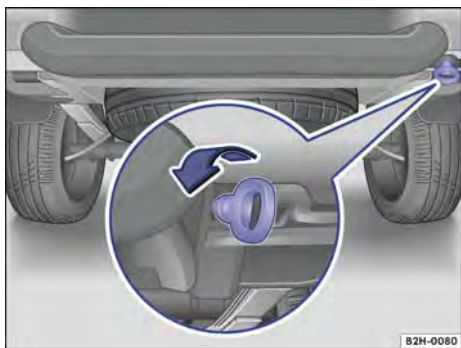

Fig. 210 No para-choque traseiro à direita: argola de reboque rosqueada.
**Veículos com para-choque traseiro:** o alojamento para a argola de reboque se encontra atrás à direita abaixo do para-choque → Fig. 210.